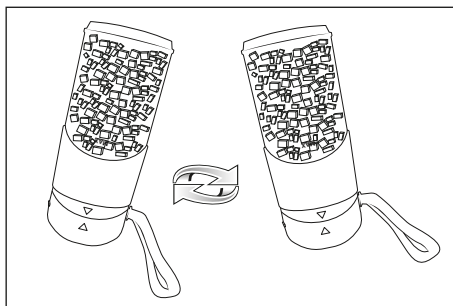

Fig. 1
- 4) Capovolgere l'apparecchio in modo che il coperchio **1** sia rivolto verso il basso. Per agevolare la distribuzione degli ingredienti, si può muovere l'apparecchio mentre tritura gli alimenti. Sostenere saldamente l'apparecchio con la mano e muoverlo lateralmente avanti e indietro (vedere fig. 1). Assicurarsi che il coperchio **1** non si stacchi dal miscelatore **6**.